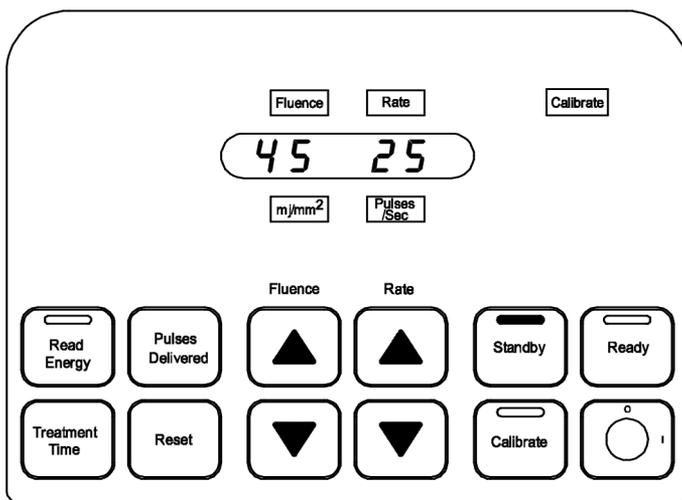

Figura 5
- Vengono visualizzati i valori di calibrazione appropriati per il dispositivo in uso. (Figura 5)